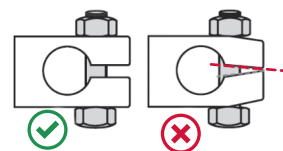

Figure 4
- Éviter de serrer la tige de joint à rotule supérieur et le boulon de pincement. Cela peut endommager les oreilles de la fusée (**Figure 4**)